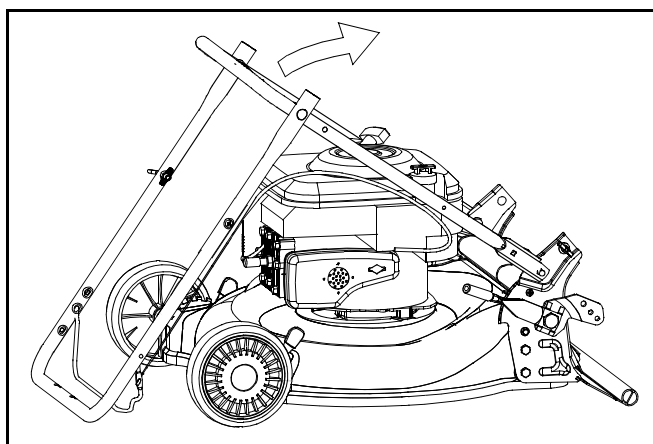

Figura 2
- Eleve lentamente y tire de la manija superior para elevar la manija hacia la posición de funcionamiento. Asegúrese que la manija inferior esté asentada en la ménsula de la manija. Apriete las tuercas de mariposa de cada lado de la manija (los pernos deben estar asentados en la manija). Ver Figura 2.